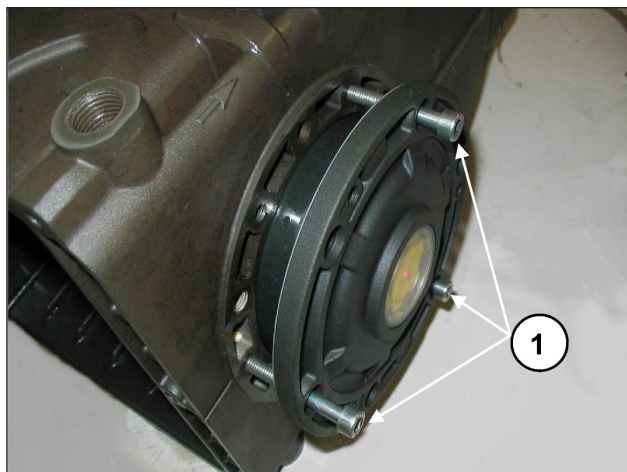

Fig. 8
Pour faciliter l'emboîtement du premier tronçon et la mise en place des couvercles et du flasque sur le carter, il est conseillé d'utiliser 3 vis M6 x 40 partiellement filetées, (Fig. 8, rep. ①) et de compléter l'opération avec les vis fournies.